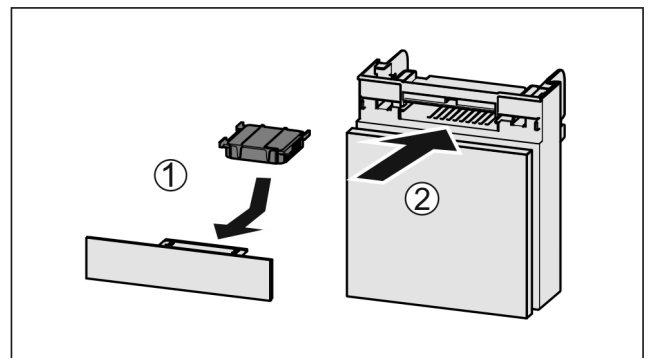

Fig. 144
- Actiefkoolfilter overeenkomstig afbeelding aanbrengen Fig. 144 (1).
- Lade erin schuiven Fig. 144 (2).